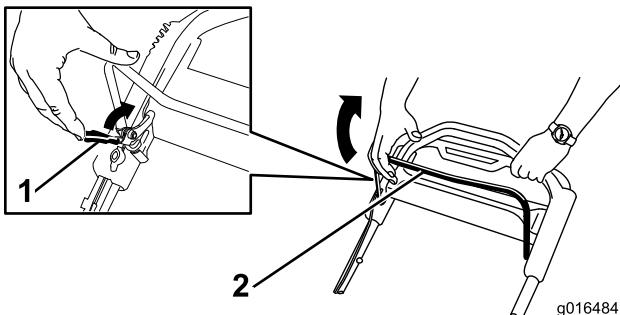

Рисунок 21
- Потяните фиксатор штанги управления ножом в сторону штанги (Рисунок 21).
- Медленно потяните штангу управления ножом обратно к рукоятке (Рисунок 21).